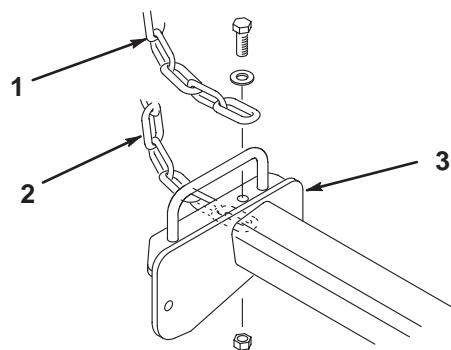

図11
3. チッパー・チェーンをカッティングユニットに取り付ける(図11):